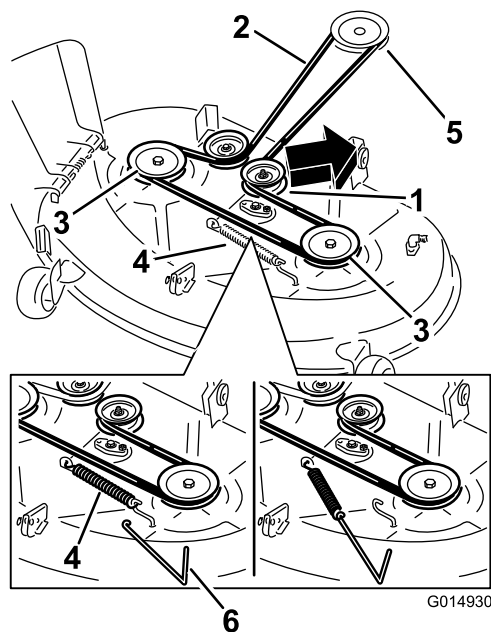
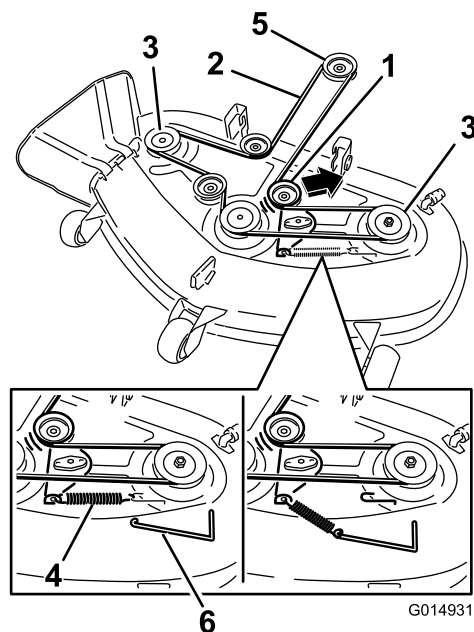

Figura 67
Figura 68
4. Servendovi di un attrezzo per la rimozione delle molle (n. cat. Toro 92-5771), sganciate la molla di rinvio dal gancio del piatto di taglio per eliminare la tensione dalla puleggia e togliete la cinghia dalle pulegge (Figura 67 e Figura 68).
5. Montate la nuova cinghia attorno alla puleggia del motore ed a quelle del tosaerba (Figura 68).
6. Servendovi di un attrezzo per la rimozione delle molle (n. cat. Toro 92-5771), agganciate la molla di rinvio al gancio del piatto di taglio per mettere in tensione la puleggia tendicinghia e la cinghia. ((Figura 67 e Figura 68)).